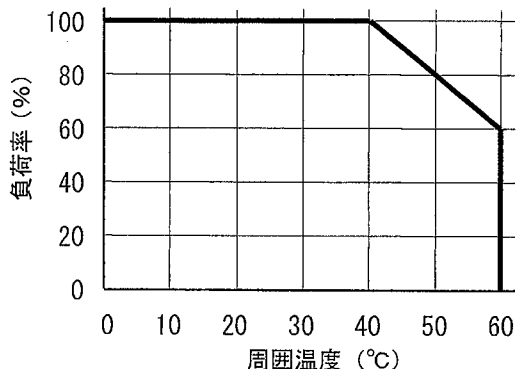
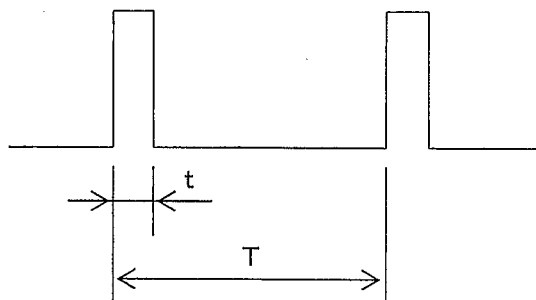

図1. 出力電流・電力デレティング表
図2. 瞬時繰返し定格の時比率
| | 定格 | 定格電流 (A) | 12 | 12 | 55 | 0.5 | 2 | 入出力特性測定時の基準値 総合定格出力電力 775.6W 温度デレティングは図1参照 (注1) |
| | 連続最大定格 | 最大電流 (A) | 20 | 20 | 63.3 | 0.5 | 2 | 総合連続最大出力電力 775.6W 温度デレティングは図1参照 (注1) |
| | 瞬時最大定格 | 最大電流 (A) | 21 | 21 | 66 | 0.5 | 2 | 総合瞬時最大出力電力 982.3W 但し、5秒間以内とし、繰返し定格は時比率 10%以下とする (図2参照) 温度デレティングは図1参照 (注1) |